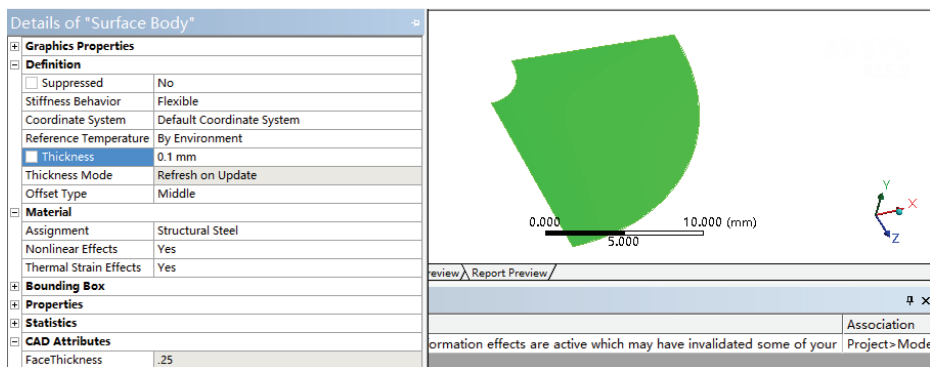

图 10-3 设置面实体厚度
4) 在 Details of “Surface Body” 细节窗口中设置 Thickness 为 0.1mm，设置面实体的厚度为 0.1mm，如图 10-3 所示。